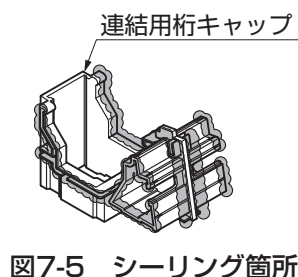
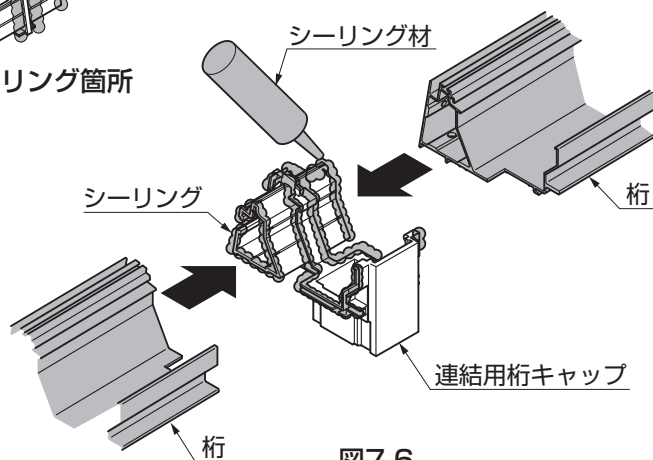

図7-5 シーリング箇所
図7-6
- ①連結用桁キャップに、シーリングをしてください。(図7-5、図7-6参照)